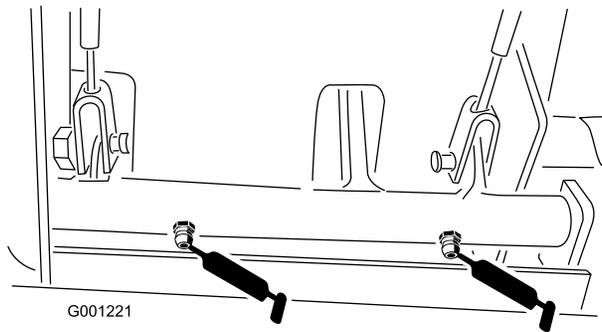

Bild 41
- Bremsdrehbüchsen (Bild 41)
- Bremskabel (am Antriebsrad und Bremspedal) (Bild 41)